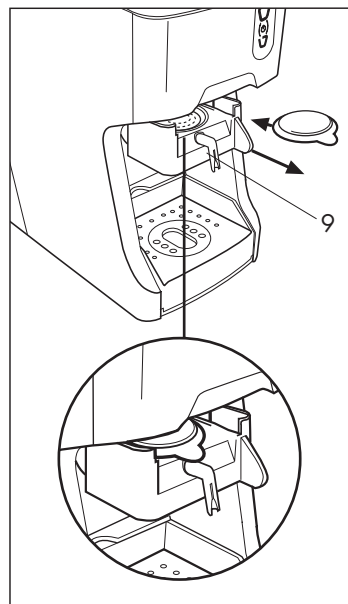
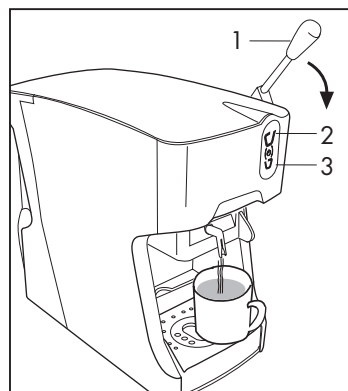

Fig. 8
Fig. 9
- Verificare che nel portacapsula (9) non ci siano capsule. Inserire il portacapsula (9) vuoto nell'apposita sede della macchina. **(Fig. 8)**
- Appoggiare una tazza grande sotto il beccuccio erogatore, chiudere la leva completamente fino allo scatto e premere il tasto (2) per avviare l'erogazione; quando si è raggiunta la quantità desiderata, premere nuovamente il tasto (2) per terminare l'erogazione.
La macchina è risciacquata quando almeno 2 tazze d'acqua sono state erogate. **(Fig. 9)**
- Estrarre il portacialda (9) dal manettino fino a fine corsa. **(Fig.8)**
- Inserire la cialda nel portacialda (9)
- Inserire il portacialda (9)
- Abbassare la leva (1), chiudendola fino allo scatto **(Fig.9)**
- Appoggiare una tazza sotto il beccuccio erogatore e premere un tasto di erogazione (2-3) per avviare l'erogazione; quando si è raggiunta la quantità desiderata, premere nuovamente il tasto (2-3) per terminare l'erogazione. **(Fig.9)**